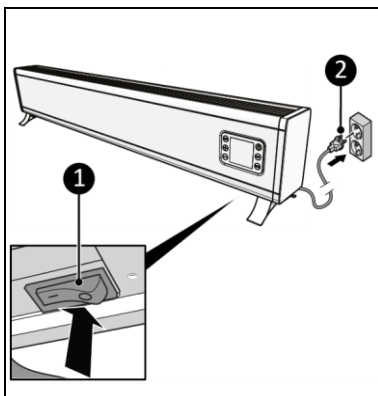

Figure 12
2. Assurez-vous que le commutateur ON/OFF est en position OFF (figure 12, pos. 1).
3. Insérez la fiche d'alimentation (figure 12, pos. 2) dans une prise murale reliée à la terre et facilement accessible. Utilisez une prise murale mise à la terre d'une puissance minimale de 2000 watts.